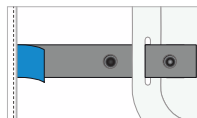

Figur 27: Sæt rygbeskyttelsen på (4)
3. **Fastgør airbaggen (11)** - Fortsæt med at lukke alle 12 forbindelseløkker, der fastgør airbaggen (11) til basislaget (1), og sørg for at matche de farvede etiketter på airbaggen (11) med de farvede etiketter på basislaget (1), brug de to åbninger inde i tøjet til at få adgang til forbindelseløkkerne på forsiden. Sørg for at følge nummereringen på etiketterne for at gøre det lettere at samle systemet igen, som vist i figur 27. Kontroller desuden, at airbaggen (11) er placeret korrekt i systemet, og at der ikke er nogen folder i airbaggen (11) eller vridning af airbaggen (11), især i skulderområdet. Dobbelttjek, at alle 12 forbindelseløkker er placeret korrekt og forsvarligt fastgjort til basislaget (1).